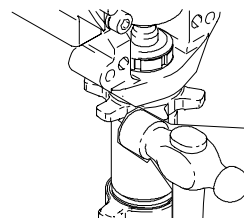

Fig. 13
4. Fig. 13. Lossa låsmuttern med bestämda slag med en (maximalt) kvartkilos hammare. Skruva loss pumpen.